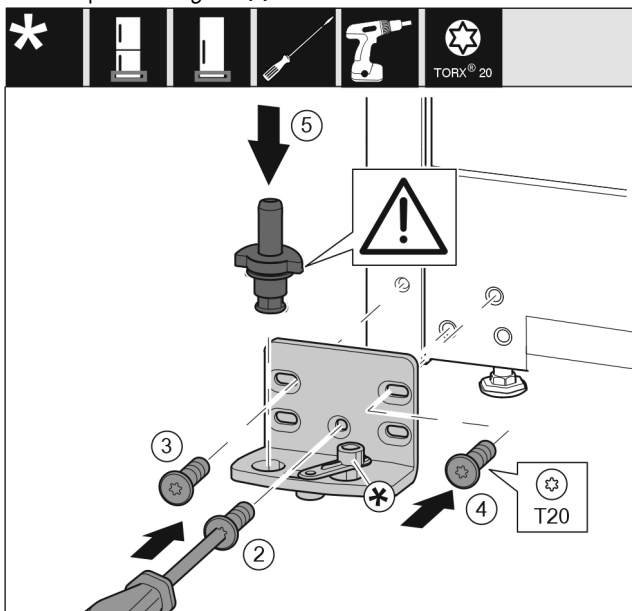

Fig. 15
- Postavite podložak ležaja na drugoj strani i zavijte pomoću odvijača T20. Započnite s vijkom 2 dolje u sredini. Fig. 15 (2)
- Pritegnite vijak 3 i 4. Fig. 15 (3,4)
- Kompletно umetnite podložak ležaja. Pri tome pazite da je ispuščenje za blokiranje okrenuto prema otpraga. Fig. 15 (5)